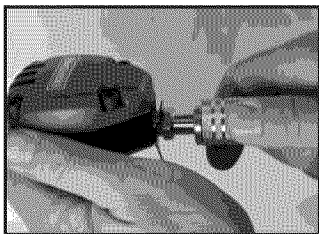

Figura 1-Conectando el suministro de aire
(Ver la figura 1)
**ADVERTENCIA:** Esta herramienta viene equipada con un acoplamiento el que descarga todo el aire comprimido en la herramienta en el momento en el que se desconecte la junta o el acoplamiento de manguera. Nunca equipe esta herramienta con un acoplamiento el que no descarga el aire comprimido al desconectarse. Un acoplamiento inadecuado podría ocasionar una operación indeseada y por ende lesiones personales serias. Conecte la herramienta al suministro de aire con un conector hembra rápido de 1/4". (Ver la figura 1) Un conector hembra rápido de 3/8" puede usarse en situaciones en las que una línea 1/4" de suministro no está disponible. Para un máximo